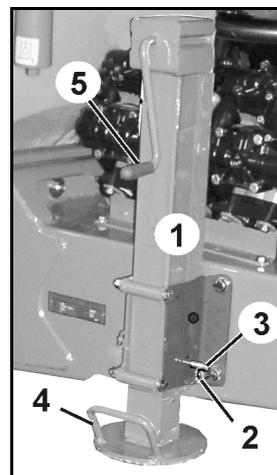

Fig. 49
- Stützfuß angehoben während des Einsatzes oder Transports (Fig. 49).
1. Klapstecker (Fig. 49/2) lösen.
2. Bolzen (Fig. 49/3) herausziehen.
3. Stützfuß mittels Griff (Fig. 49/4) anheben / absenken.
5. Mit der Handkurbel (Fig. 49/5) den Stützfuß weiter absenken/anheben.